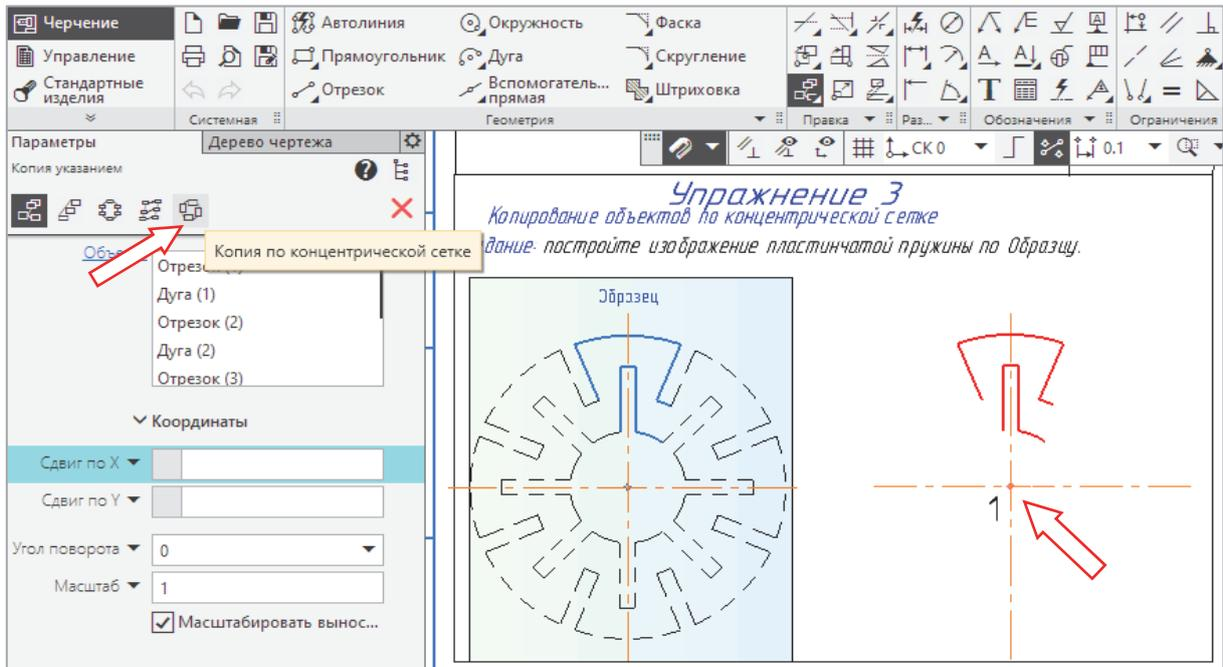

Рис. 2.3-1
3. На **Панели параметров** нажать кнопку **Копия по концентрической сетке**  Показана стрелкой на рис. 2.3-1.